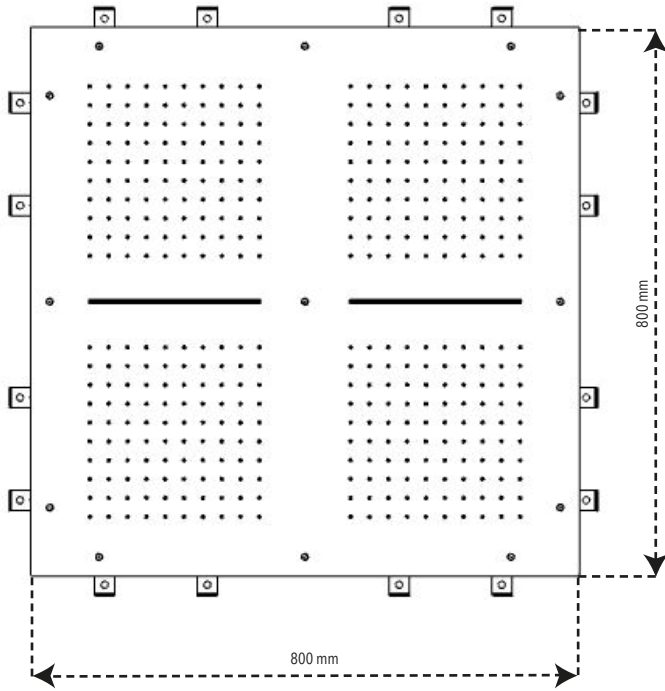

Fig.1
IT - Per una corretta installazione del soffione multifunzione (Fig.1 e Fig.2), è necessario fissare saldamente il telaio di sostegno alla strutture del soffitto (od eventualmente al telaio del controsoffitto) per mezzo delle alette di fissaggio (1) e/o con viti autofilettanti passanti nei fori (3) (Fig.5).
EN - For a correct installation of the multifunctional showerhead (Fig.1 and Fig.2), it is necessary to securely fix the support frame to the ceiling frame (or to the false ceiling frame) through the fins (1) and/or self-threading screws through slots (3) (Fig.5).